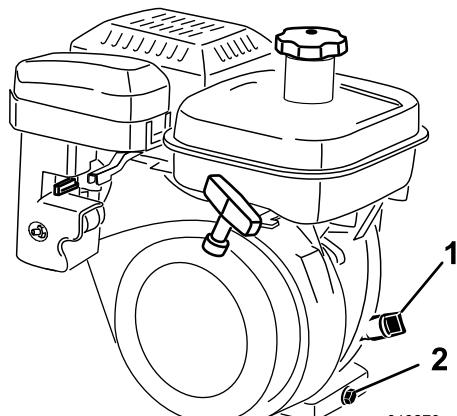

图30
2. 调整剪草机，使发动机保持水平，并清洁量油尺周围部位 (图30)。
3. 逆时针旋转量油尺，然后将其取出 (图30)。
请添加足够的机油，使油位升到量油尺的 H 与 L 标记之间 (图30)。检查机油油位。切勿过量添加。
2. 在机器后部的排油塞下放置一个放油盘 (图30)。拧松排油塞。